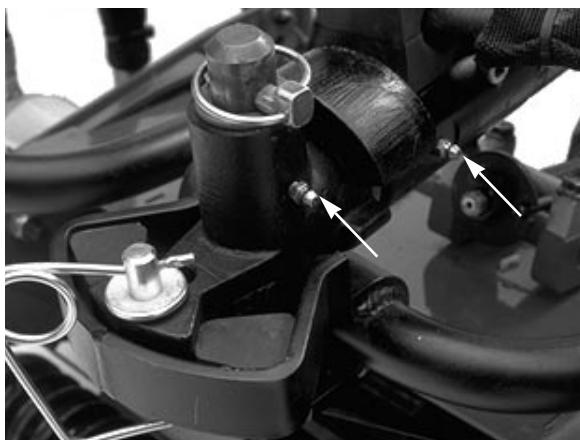

Fig. 22
## INGRASSAGGIO CUSCINETTI E BOCCOLE (Fig. 22÷30)
1. Posizione e numero di ingassatori: Telaio portante e perno dell'apparato di taglio (2 cad.) (Fig. 22); tirante del ponte posteriore (2), giunti sferici del cilindro di sterzo (2), (Fig. 23); cilindri di sollevamento anteriori (2) (Fig. 24); cilindro di sollevamento anteriore (1) (Fig. 25); perno del cilindro di sollevamento posteriore (2) (Fig. 26); perno del braccio di sollevamento (3) (Fig. 27); perno del ponte posteriore (Fig. 28); perni del braccio di sollevamento posteriore (2) (Fig. 29) ed albero del pedale del freno (1) (Fig. 30).